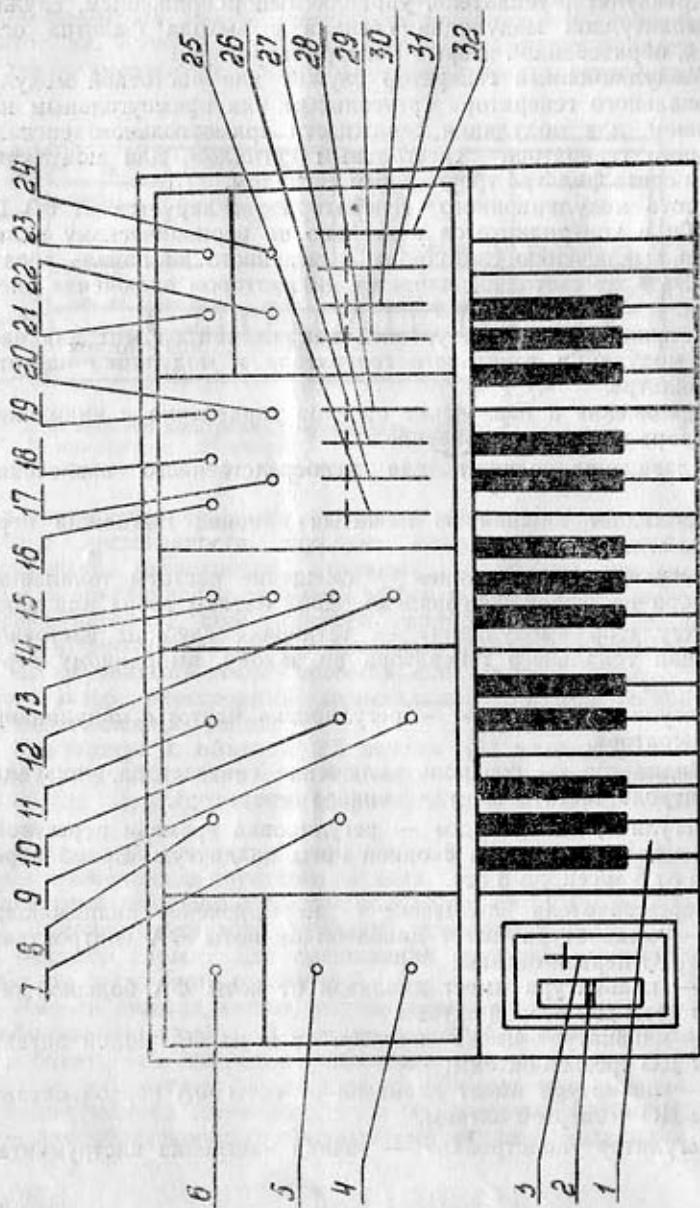

Рис. 2. Расположение органов управления.
5. Следует иметь в виду, что для извлечения простейшего звука необходимо, как минимум, установить в положения, отличающиеся от крайнего левого, регуляторы поз. 15, 16, 23 (см. рис. 2).